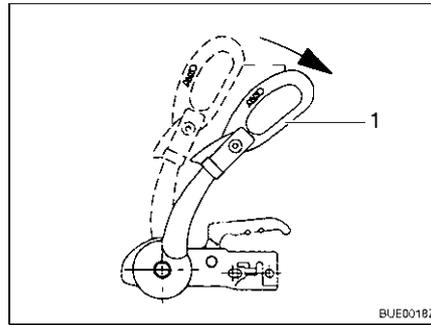

Bild 209 Stabilisierungsgriff
- Stabilisierungsgriff (Bild 209,1) öffnen.